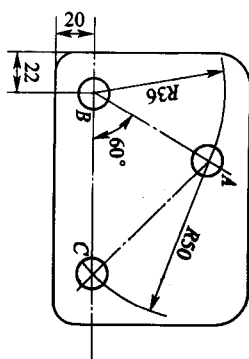

图 4—1
2. 用精密划线法加工如图 4—1 所示的钻模板, 试计算出 C 孔的坐标尺寸。